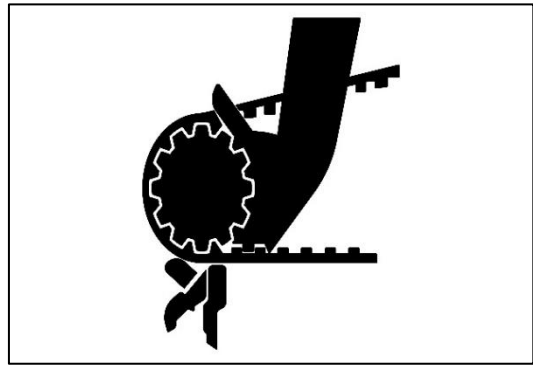

Fig. 72 - MOTORVEILIGHEID – VENTILATORRIEM
- Voer geen service uit en stel de machine niet af voordat alle bewegende delen tot stilstand zijn gekomen (Fig. 72).